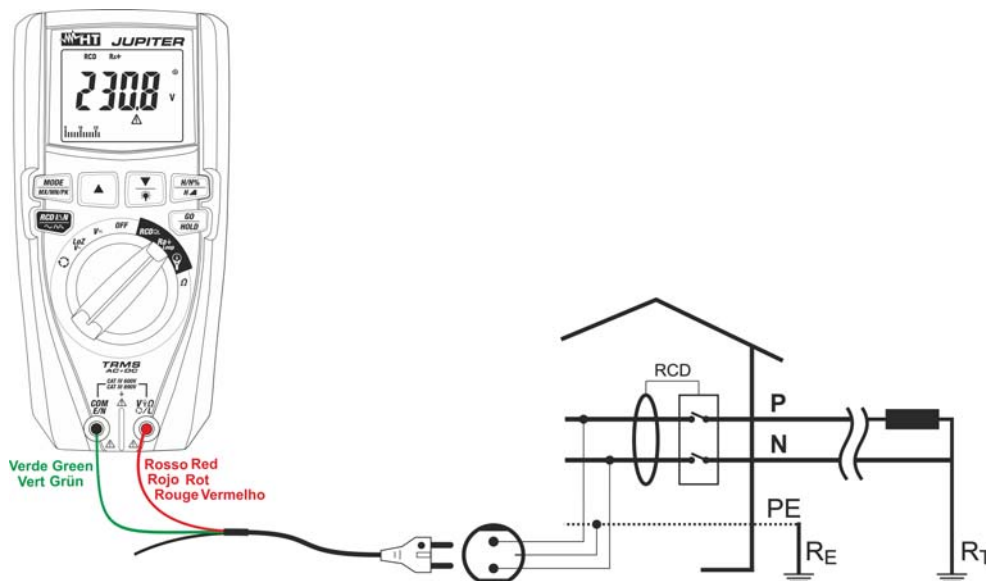

Abb. 17: Verwendung des Geräts zur Messung der Schleifenimpedanz mit Schuko Kabel
5. Falls das Kabel mit dem Schuko Eurostecker benutzt wird, verbinden Sie den roten Leiter mit der Eingangsbuchse **V Ω L** und den grünen Leiter mit der Eingangsbuchse **COM/E/N**, und verbinden Sie das Gerät mit dem zu messenden Stromkreis (siehe Abb. 17). Der Spannungswert zwischen Phase-Erde erscheint auf dem Display.